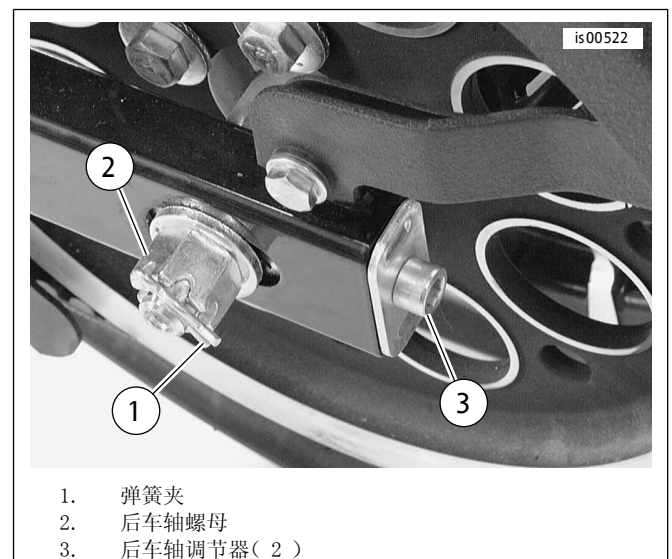

图2. 后车轴螺母和调节器
3. 参见图2。从后车轴左侧拆下弹簧夹(1)。松开后车轴螺母(2)，但不要拆下。